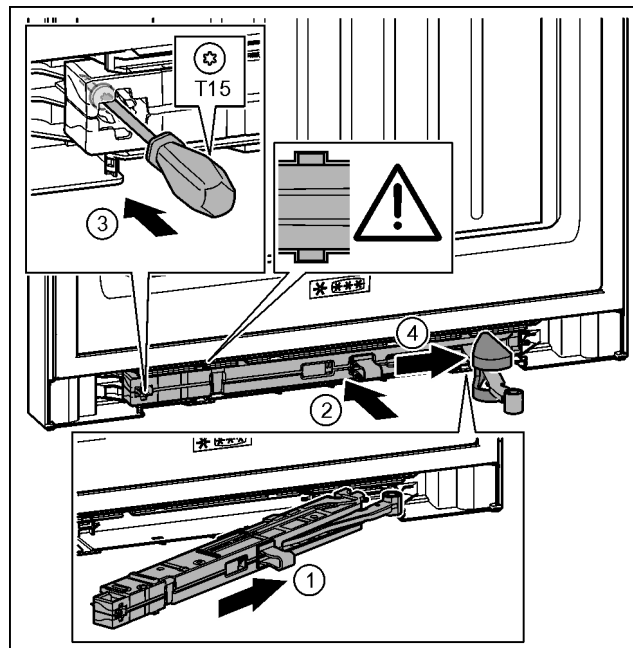

Fig. 44
- ▶ Inclinando nell'incavo spingere l'unità dell'ammortizzatore di chiusura sul lato del blocco di supporto fino alla battuta. Fig. 44 (1)
- ▶ Spingere l'unità dell'ammortizzatore di chiusura completamente nell'incavo. Fig. 44 (2)
- ▶ Stringere la vite con un cacciavite T15. Fig. 44 (3)
- ▶ Spingere la copertura sullo snodo. Fig. 44 (4)